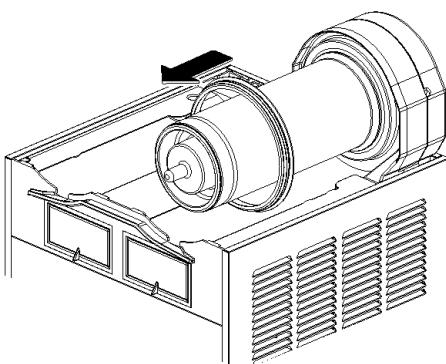

figure 10
- 4** Enlever le joint d'étanchéité du réservoir de son siège (voir figure 10).